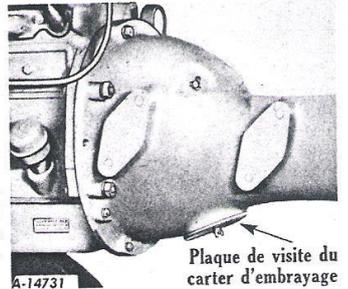

Figure 41 - Coussinet de butée de l'embrayage.
Employez de la graisse consistante à châssis. Toutes les 1.000 heures de travail, ou au moins une fois par an, appliquez quelques coups de pistolet au graisseur du coussinet de butée de l'embrayage (28) en vous arrêtant dès que la graisse commence à sortir par le trou de trop plein percé sur la partie supérieure du manchon du coussinet de butée. Pour atteindre le graisseur, retirez la plaque de visite "A" du carter d'embrayage. Reportez-vous au "Tableau de Graissage", ainsi qu'à la figure 41.